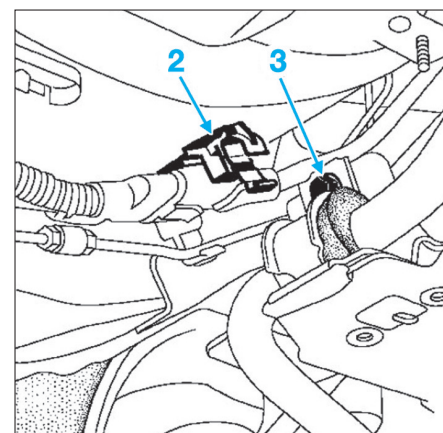

Fig. 5
- le support de connecteur (2) (Fig.5),